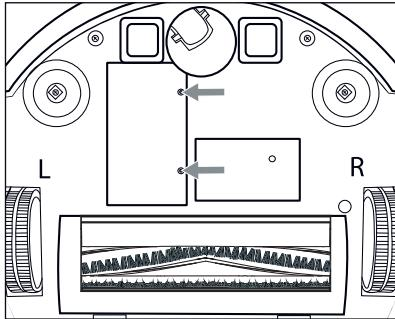

Fig. 16
- Allentare le due viti della copertura del vano batteria ②6 (vedere fig. 16) situata sul lato inferiore dell'apparecchio con un cacciavite a croce e rimuoverle dall'apparecchio.